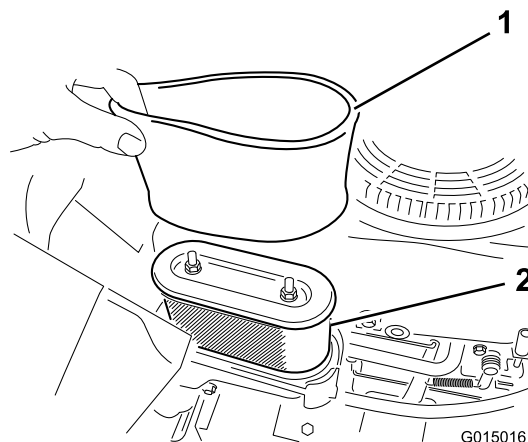

Figura 23
6. Rimuovete con cautela gli elementi del filtro in schiuma sintetica e di carta dal vano del filtro dell'aria (Figura 23).
5. Allineate le linguette del coperchio del filtro dell'aria con le fessure del convogliatore (Figura 23).